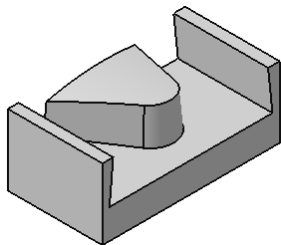

图 5-63 打开的模型文件 (2)
1) 启动 CATIA V5 R20 后, 单击工具栏上的打开按钮, 打开选择文件对话框, 选择“kaicao.catpart” (随书光盘:\第 5 章\5.2\uncompleted\kaicao.catpart), 单击“OK”按钮, 打开的模型文件 (2) 如图 5-63 所示。
1) 单击“Geometry Management”工具栏上的“Creates rough stock”按钮, 系统弹出“Rough Stock”对话框, 激活“Part body”编辑框, 选择如图 5-63 所示的模型零件为目标加工零件。